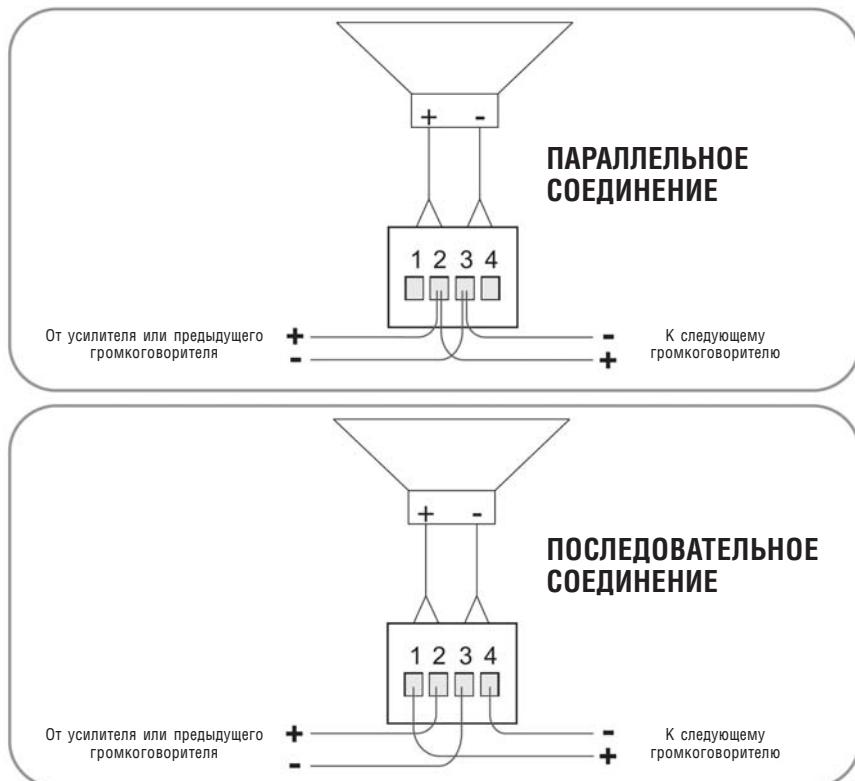

Рис. 3. Схема подключения громкоговорителей
- 4 Подключите кабели к громкоговорителю1 и крепко затяните винты на клеммах маленькой отвёрткой. Подключение можно выполнить двумя способами, как показано на рис. 3.